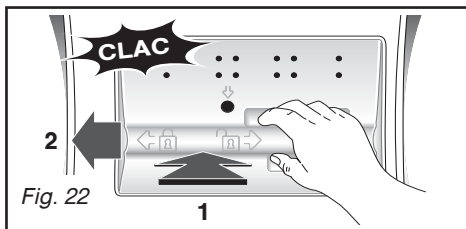

Fig. 22
- remettez la pièce **A** en place en prenant soin de bien la positionner dans les ouvertures au fond du tambour et en la poussant vers la gauche jusqu'à ce qu'elle soit parfaitement encliquetée (Fig. 22).